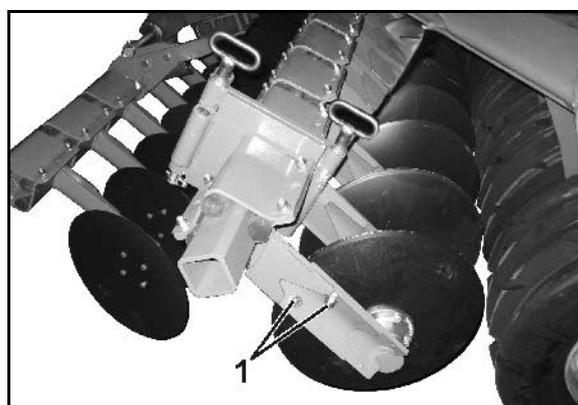

Fig. 32
2. Soltar las uniones atornilladas (Fig. 32/1).